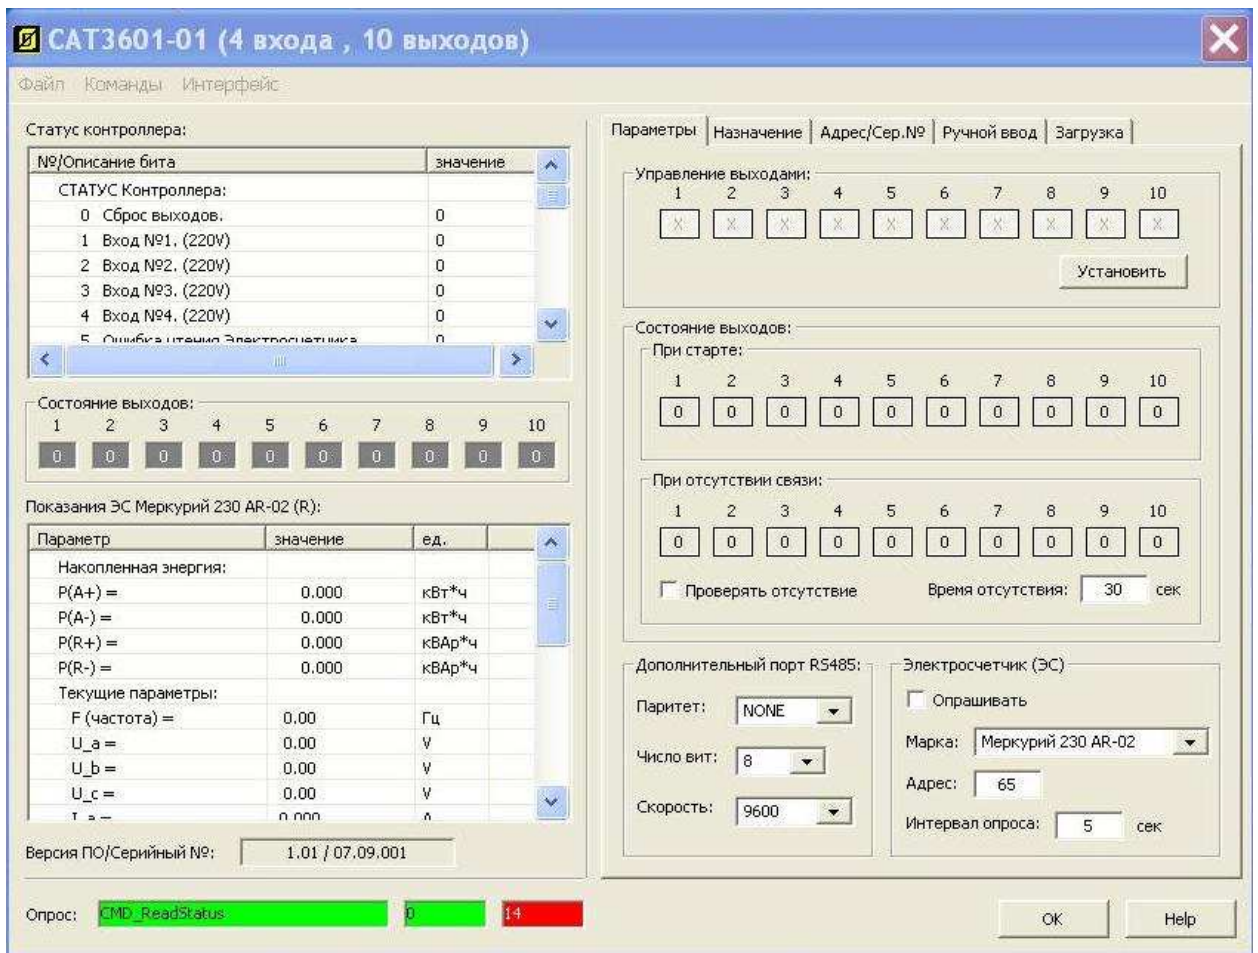

Рисунок 7
SAT3601-01 позволяет дистанционно обновить (перезаписать) свое встроенное программное обеспечение при помощи сервисной программы «**CAT Tools**». Номер версии программного обеспечения указан в нижнем левом углу экрана «**Версия ПО/Серийный номер**» (рисунок 7). Для смены встроенного программного обеспечения следует подключить устройства в соответствии с рисунком 6.
На вкладке **Параметры** (рисунок 7) в таблице **Состояние выходов** в строку **При старте** для выходов **1... 10** занести значения, которые будут принимать дискретные выхо-
В таблице **Дополнительный порт RS485** в строках (рисунок 7):
- 4) На вкладке **Параметры** в таблице **Управление выходами** занести в окошко **1** значение **1** (рисунок 7). Выполнить команду **Установить**.
- 6) На вкладке **Параметры** в таблице **Управление выходами** занести в строку **1** значение **0** (рисунок 7). Выполнить команду **Установить**.